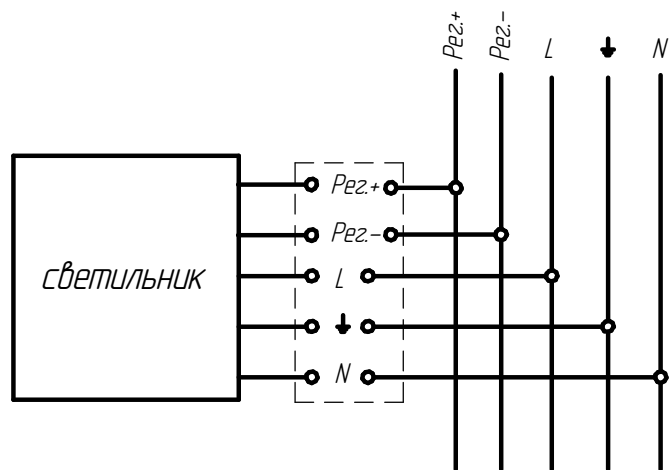

Рисунок 4 - Схема подключения светильника с управлением к сети
5.3.1 Для подключения к сети светильника с функцией управления производить согласно схеме (см. рисунок 4), провода управления подключаются строго с соблюдением полярности, указанной в маркировке.